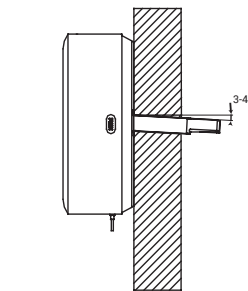

Рис.2
- Установите угол наклона коронки таким образом, чтобы отверстие имело уклон 3-4° вниз в сторону улицы для того, чтобы осадки не смогли попасть с улицы внутрь помещения (см. Рис.2).